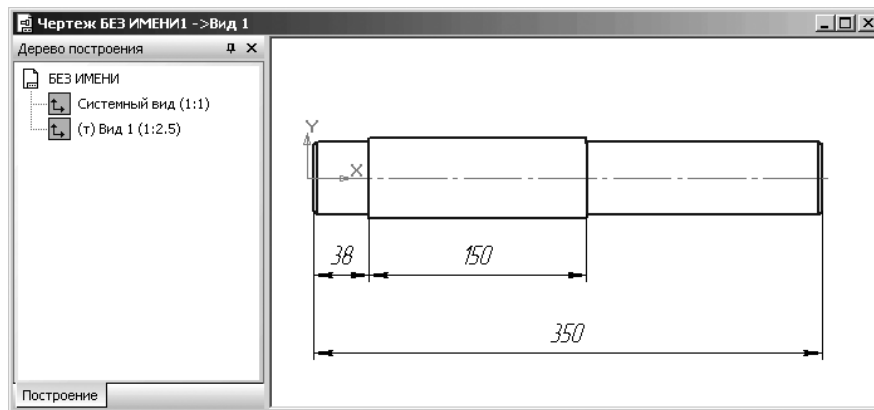

Рис. 4.125. Результаты создания нового вида вала в масштабе 1:2.5 на форматке А4
- установите общую длину вала и его ступеней, чтобы удостовериться в реальных размерах вала на виде 1. Это состояние системы показано на рис. 4.125.